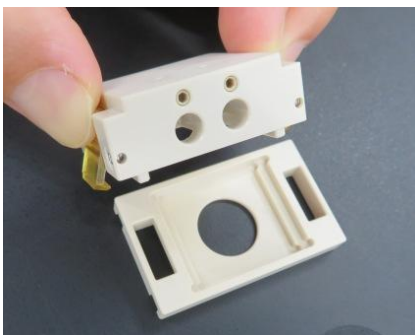

図7 上下分割
- ① 左右の黄色い留め具の上部を指で押し込み、ソケットを上下に分割します。(図7)